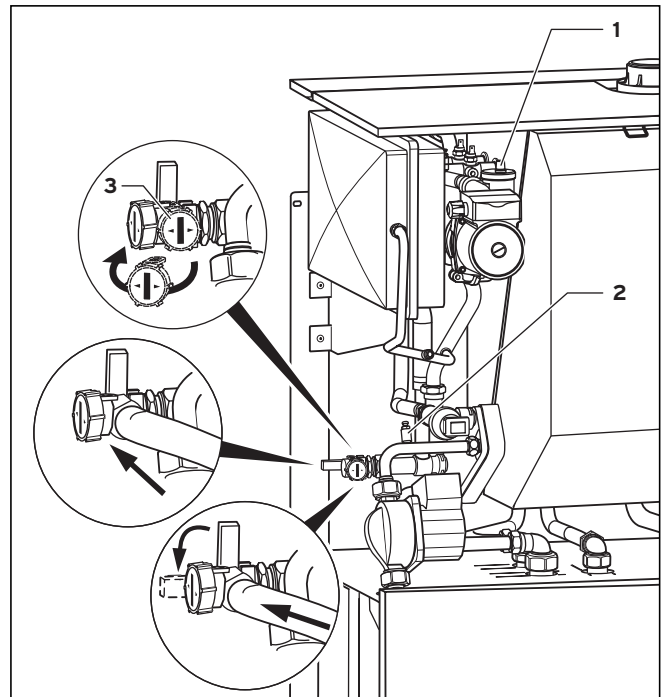

Fig. 6.1 Dispositif de remplissage et de purge de la chaudière
- Purgez l'appareil de l'air du côté de l'eau chaude par la soupape de purge (2) sur le tuyau entre la pompe et l'échangeur thermique auxiliaire, voir figure 6.1.